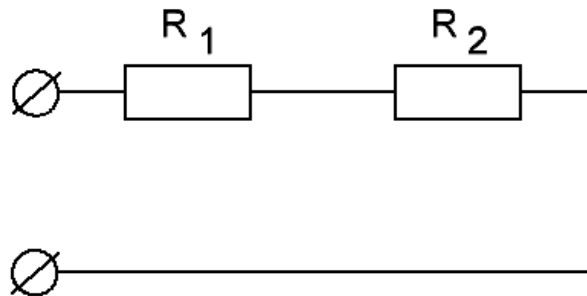

Рисунок 2 – Схема 1
3. Собрать цепь (рисунок 2). Определить цену деления используемых приборов.